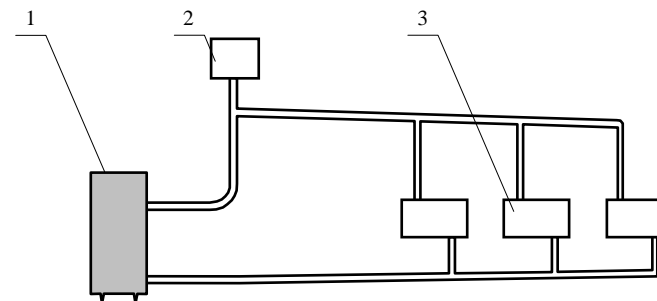

Рис. 5. Схема подключения электроводонагревателя в систему отопления.
2) подсоединить электроводонагреватель к водяному контуру, выполненному согласно одной из схем, приведенных на (рис. 5÷7). Электроводонагреватели ЭПЗ-100и2, ЭПЗ-25и2 подключаются с помощью фланцевого соединения, электроводонагреватель ЭПЗ-25и6 подключается с помощью резино-тканевого рукава марки ВГ диаметром 45÷48 мм длиной 300 мм каждый.